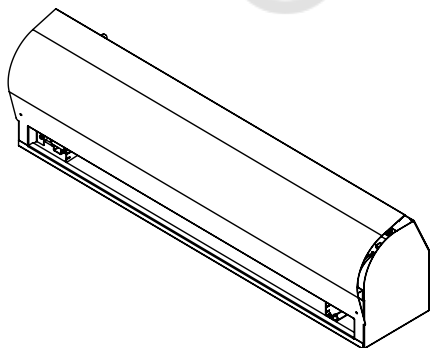

Рисунок 7
- После того, как решетка снята с завесы, необходимо приступить к снятию крышки. Для этого, с крышки выкручиваем саморезы (см. рисунок 7).